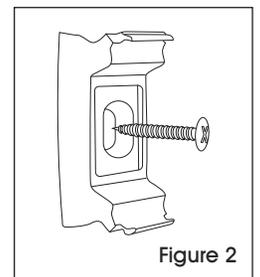

Figure 2
2. Vissez chaque support de fixation dans le mur. (Voir Figure 2)